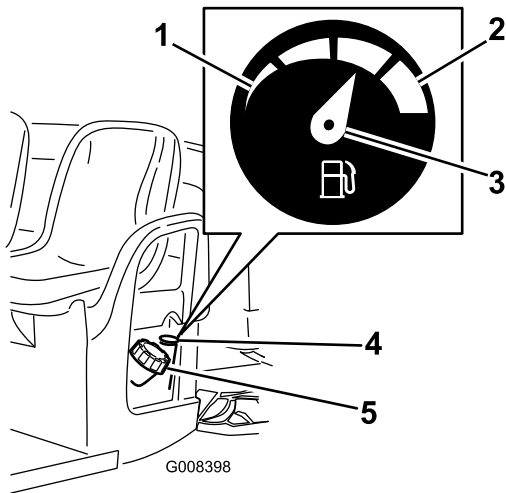

図 20
2. 燃料タンクのキャップ 図 20 の周囲をきれいに拭く。